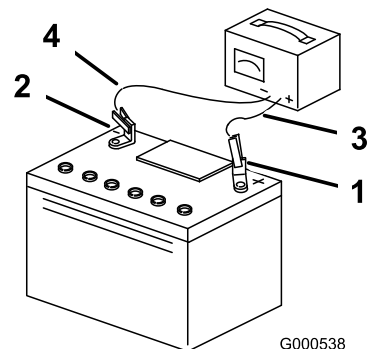

Figure 44
5. Quand la batterie est chargée au maximum, débranchez le chargeur de la prise, puis débranchez les fils du chargeur des bornes de la batterie (Figure 44).